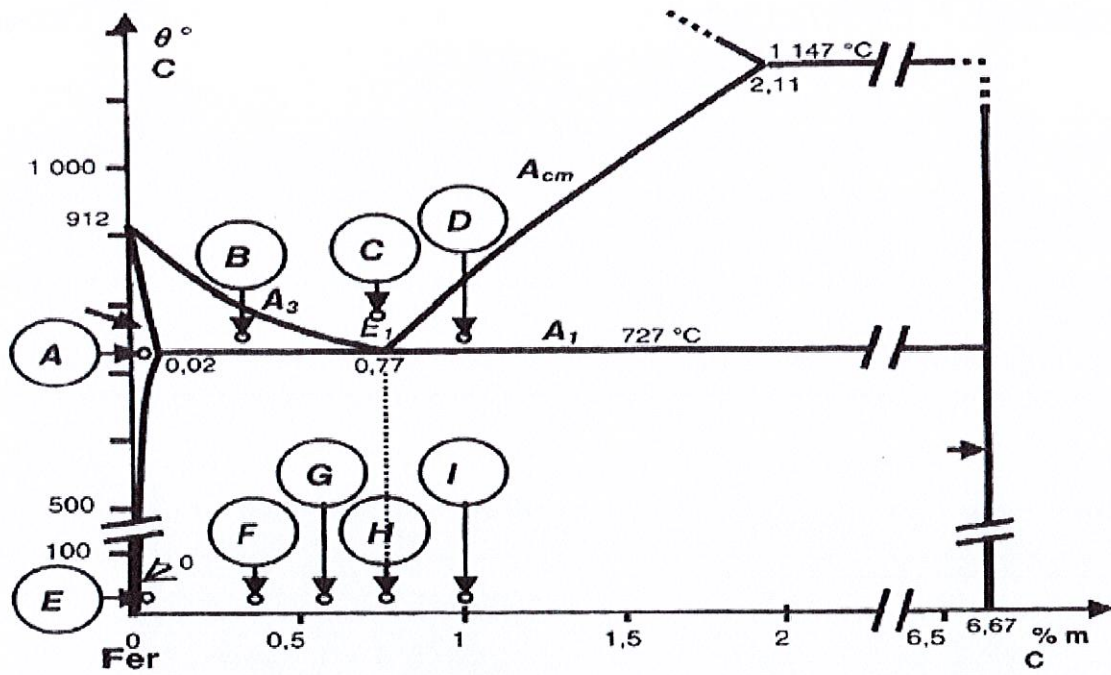

Figure 2 : Diagramme de phase Fe-Fe₃C
1. La figure 2 représente une partie du diagramme de phases Fe-Fe₃C. Complétez le diagramme en indiquant les phases présentes dans les différents domaines. Donnez les noms des différentes phases et constituants. Sur l'échelle des teneurs en carbone, situez approximativement les gammes de composition des aciers doux, des aciers mi-durs, des aciers durs et des fontes.